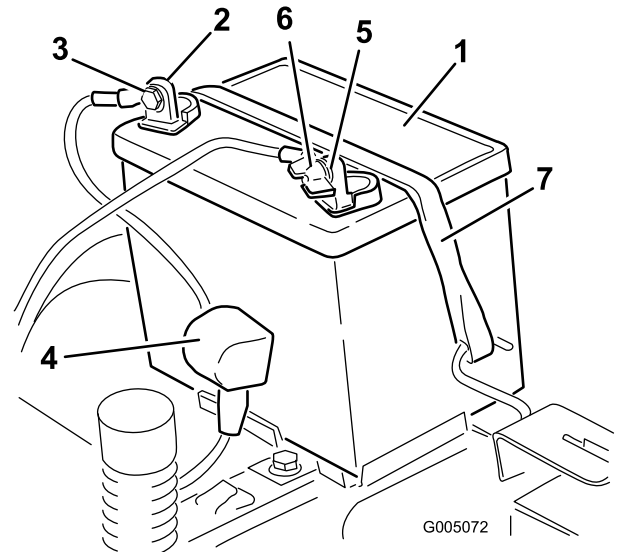

Bild 44
4. Klemmen Sie das Minuskabel (schwarz) vom Batteriepol ab (Bild 44). Bewahren Sie alle Befestigungen auf.
5. Schieben Sie die Gummiabdeckung am Pluskabel (rot) nach oben. Klemmen Sie das Pluskabel (Rot) vom Batteriepol ab (Bild 44). Bewahren Sie alle Befestigungen auf.
6. Nehmen Sie die Batterieklemme ab (Bild 44) und heben Sie die Batterie aus dem Ständer heraus.
1. Setzen Sie die Batterie in das Fach (Bild 44).
5. Befestigen Sie die Batterie mit der Befestigung (Bild 44).